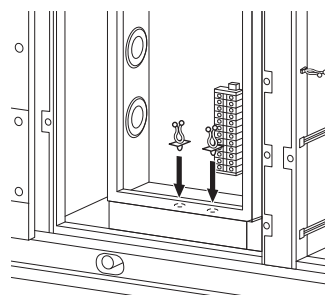

図 9
- ④ チラー電装ボックス下側に空いている穴に 8 の字固定具 (2 ヲ所、付属品) を取り付けてください。(図 9)